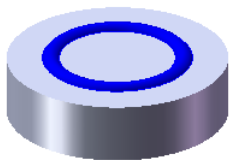
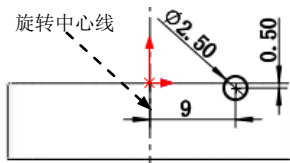

图 17.10.5 创建旋转 1
图 17.10.6 横断面草图
Step3. 创建图 17.10.5 所示的零件基础特征——旋转 1。
- (1) 选择命令。选择下拉菜单 **插入(I)** → **凸台/基体(B)** → **旋转(R)...** 命令。
- (2) 定义草图平面。选取上视基准面作为草图平面，绘制图 17.10.6 所示的横断面草图。
- (3) 定义旋转轴线。采用图 17.10.6 所示的中心线作为旋转轴线。